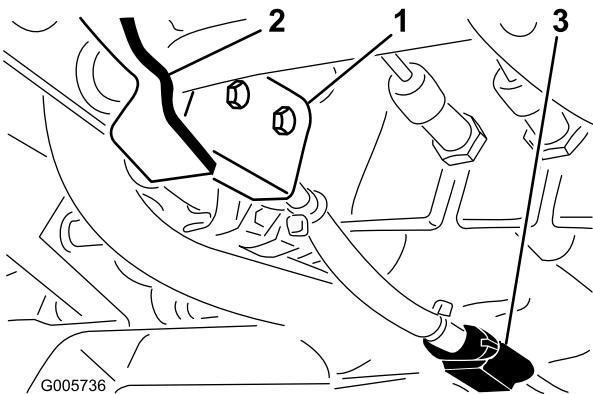

Bild 72
1. Der Abstand zwischen der Drehwellenschaufel der Feststellbremse und dem unteren Teil des Sicherheitsschalters (Bild 72) sollte circa 1,6 mm betragen (die Schaufel darf nicht mit dem Schalter in Berührung kommen).